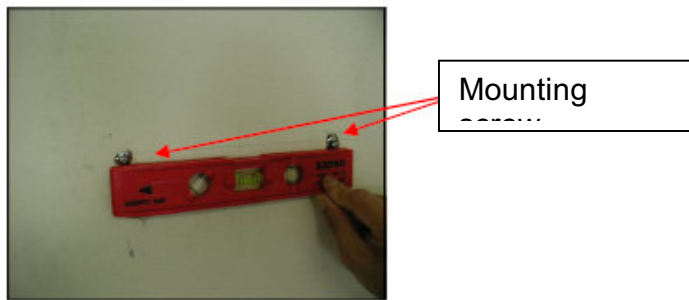

Figura 5
- 2) Coloque dos tornillos de montaje (no proporcionados) en la pared, dejando un espacio de 1/8" desde la pared. Consulte la Figura 5.